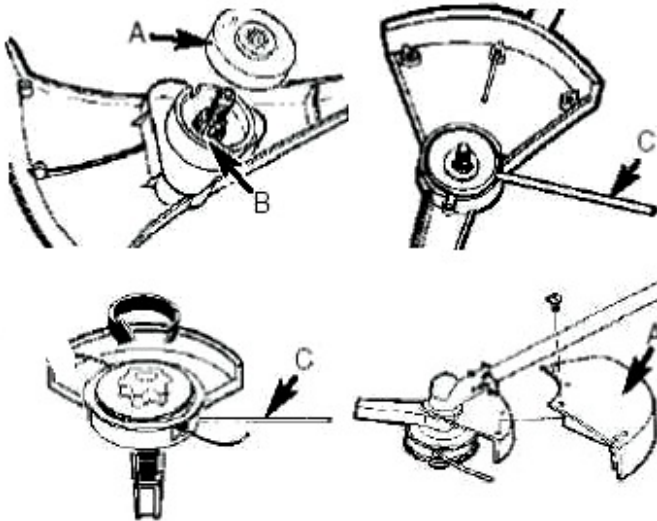

Рис.4
- Установите защитную муфту (А), убедившись, что прокладка муфты (В) находится на месте (Рис.4).
- Вставьте стопорную шпильку в отверстие на корпусе (С), тем самым, заблокировав внутренний гибкий вал. Наверните ручную режущую головку на резьбовую часть вала. Затяните ручную режущую головку (Рис.4).